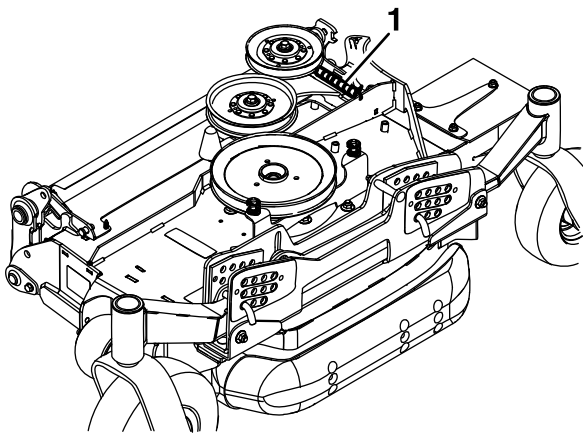

Figure 86
- Pour faciliter l'installation des tabliers latéraux, décrochez avec précaution l'extrémité exposée du ressort qui exerce une pression sur l'arrière du capot du tablier latéral (Figure 86).